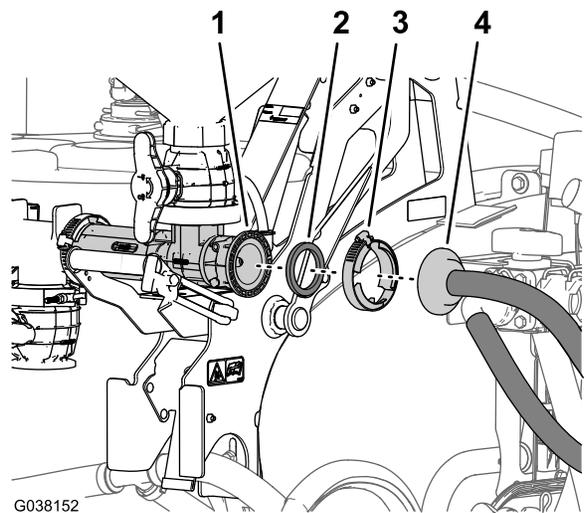

図 9
2. エダクタから、フランジ付きホースバープとガasketを外す図 9。
1. 給液ホースのフランジ付きホースバープをエダクタの入り口フランジに固定しているフランジクランプを取り外す図 9。